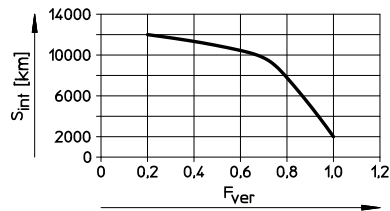

Fig. 16 Интервал смазывания
- Определите интервал смазки S_{int} → Fig.16.